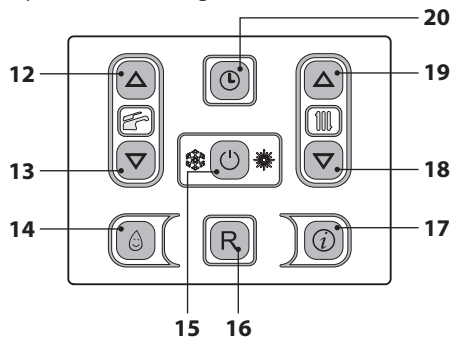
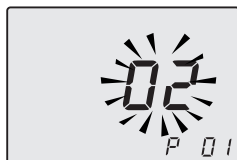

Figura 5.35
Figura 5.36
- Entrare in "modalità programmazione" premendo contemporaneamente per 10 secondi i tasti 15 - 18 - 19 (Figura 5.35) fino a far apparire sul display LCD le lettere **P01** e il valore del parametro, indicanti l'entrata nel "parametro 01" (Figura 5.36).
- Premendo il tasto 15 (Figura 5.35) si ottiene la conferma del valore inserito.
Comunque se la temperatura ambiente non dovesse essere confortevole si può aumentare o diminuire la temperatura di mandata dell'impianto riscaldamento di $\pm 15^{\circ}\text{C}$ agendo sui tasti 18 (diminuzione) e 19 (aumento) (Figura 5.35).